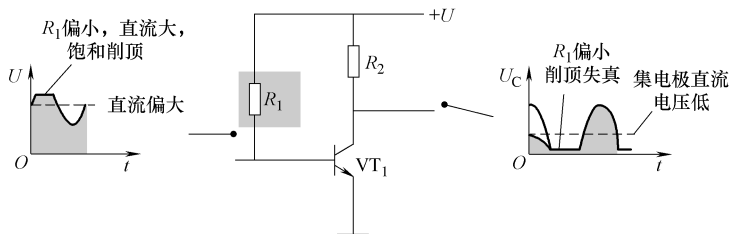

图 11-86 示意图
2)  $R_1$  阻值偏小。当  $R_1$  阻值偏小时， $VT_1$  基极电流偏大，输入信号的正半周顶部容易进入晶体管的饱和区，造成削顶失真，如图 11-86 所示。